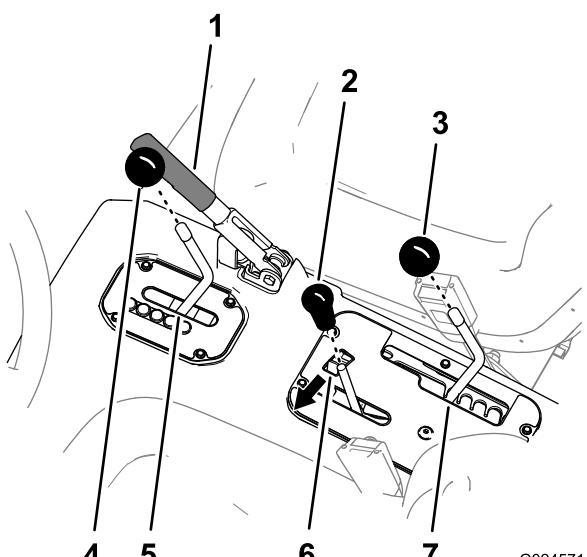

Figura 4
- Retire los pomos de las palancas de la consola y de la palanca de la transmisión girando los pomos en sentido antihorario (Figura 4).